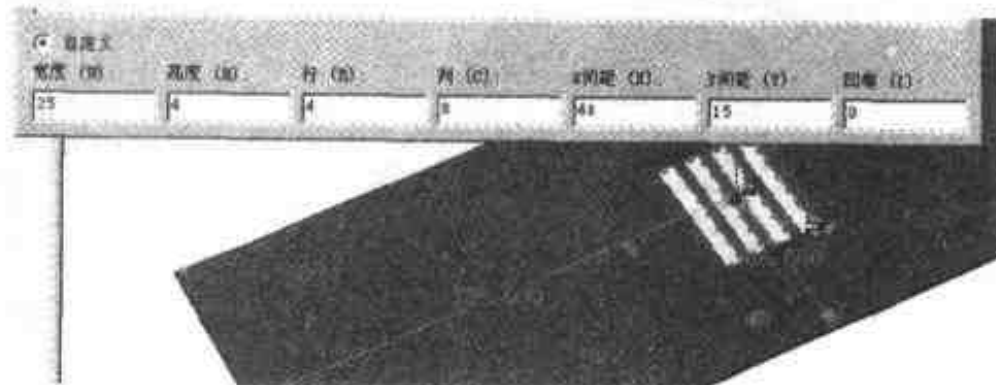

图 4.112 定义型孔的参数
- (3) 将【钣金】设计元素库中的【一组方孔】图素拖放到折弯板料的中点处，在左侧设计树中右击【一组方孔】选项，选择【加工属性】命令，然后在打开的对话框中按照如图 4.112 所示修改孔的参数。